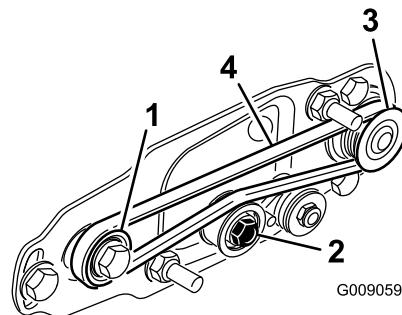

Bild 23
- A. Verlegen Sie den Riemen um die **Antriebscheibe** und dann über die Oberseite der Spannscheibe (Bild 23).
- B. Verlegen Sie den Riemen von der **Antriebscheibe** ausgehend (Bild 23).